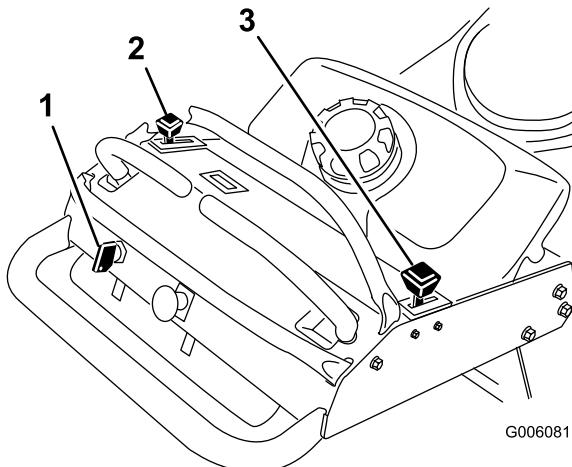

Figure 8
- Placez la manette d'accélérateur en position haut régime et la manette de starter en position activée avant de démarrer le moteur s'il est froid (Figure 8).
2. Placez la manette d'accélérateur en position de bas régime (Figure 8).